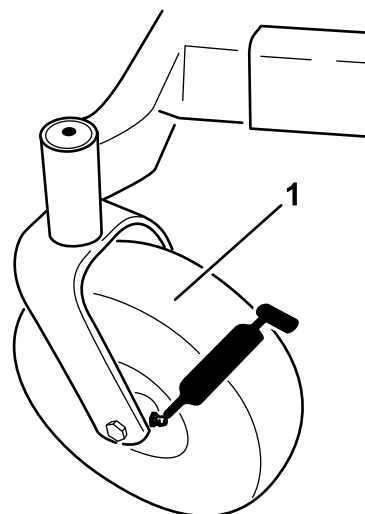

Bild 42
3. Reinigen Sie die Schmiernippel (Bild 42 und Bild 40) mit einem Lappen. Kratzen Sie bei Bedarf Farbe vorne von den Nippeln ab.
4. Setzen Sie die Fettpresse nacheinander an allen Nippeln an (Bild 40 und Bild 42). Fetten Sie die Nippel, bis das Fett beginnt, aus den Lagern auszutreten.